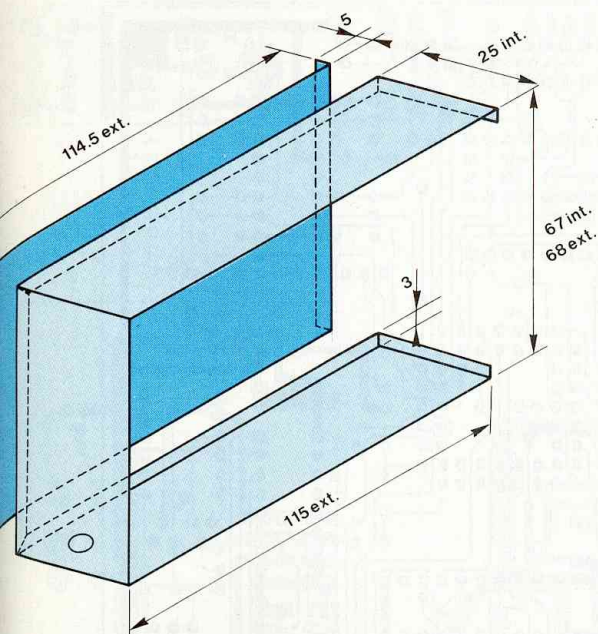

Fig. 12 : Boîtier HF.
• LE BOÎTIER HF – voir Fig. 12.